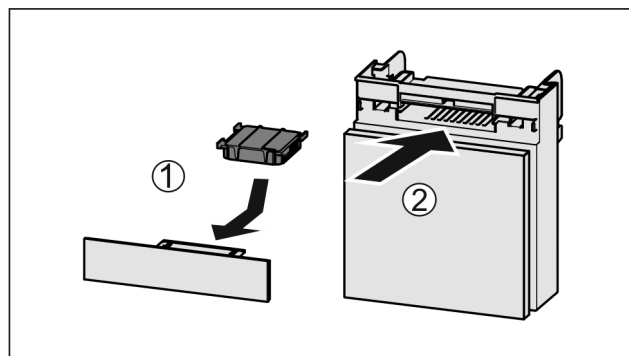

Fig. 119
- ▶ Установите фильтр с активированным углем, как показано на рисунке Fig. 119 (1).
- ▶ Вставьте отделение Fig. 119 (2).